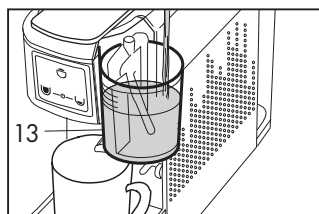
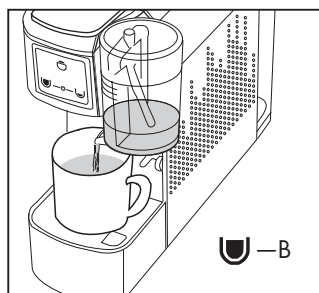

Fig. 22
Fig. 23
- Retire la tapa del vaso de leche (13) y llene el vaso con la leche con cuidado a no superar el nivel indicado (se aconseja una dosis de 90 cc de leche). **(Fig. 22)**
- Cierre el vaso de la leche (13) con la tapa. Si no se cierra el vaso con la tapa, la máquina no funciona.
- Pulse la tecla (B) ; la máquina dispensará la crema de leche. **(Fig. 23)**
- Llene el vaso (13) con la cantidad de leche deseada, pulse y mantenga presionada la tecla (B)  para ajustar la dispensación de la leche caliente, suelte la tecla cuando se alcance la cantidad deseada, de este modo la dosis se guarda para las dispensaciones sucesivas **(Fig. 22)**